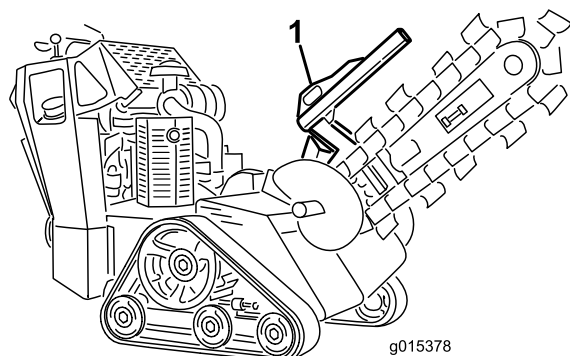
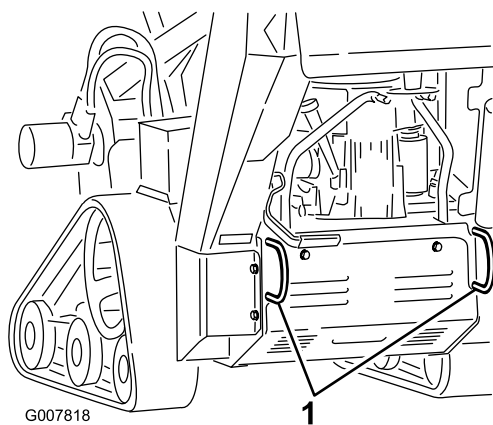

Figura 19
Figura 20
3. Fissate la macchina al rimorchio con catene o cinghie utilizzando gli anelli di attacco/ sollevamento sulla parte anteriore e posteriore della macchina (Figura 19 e Figura 20). Fate riferimento alle ordinanze locali per i requisiti relativi ai rimorchi e ai punti di attacco.
La macchina può essere sollevata utilizzando gli anelli di attacco/ sollevamento come punti di sollevamento (Figura 19 e Figura 20).